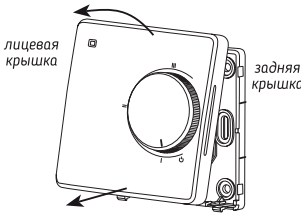

Рис. 4-2
- 2. Снимите крышку (рис. 4-2).